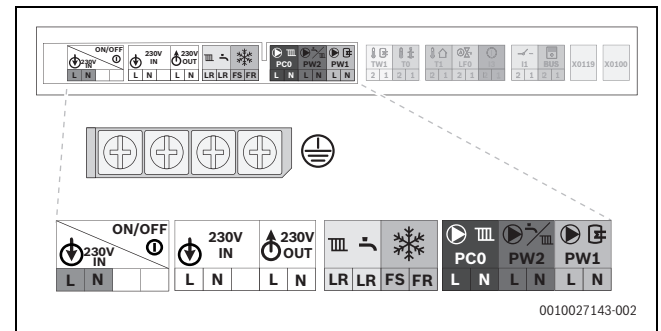

Bild 96 Netzspannungsbereich: Klemmleiste
- Kabel an der Klemmleiste für externes Zubehör (→ Bild 96 und Bild 97) anschließen.